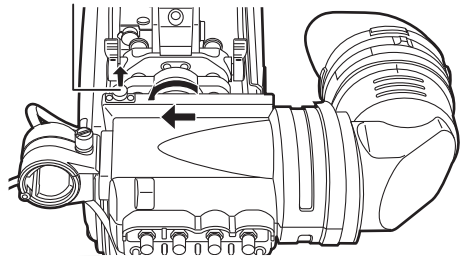

Fig. 2
- 4 Mentre si tira verso l'alto il Tappo del mirino, fare scorrere il mirino verso la direzione della freccia per collegare. (Fig. 2)